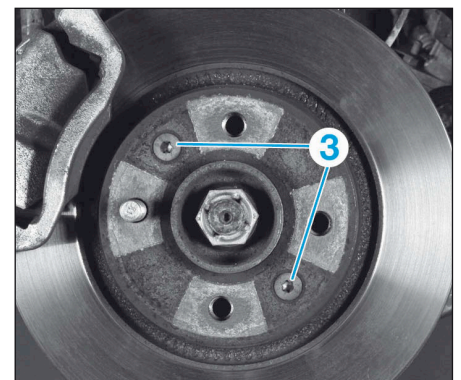

FIG.9
- Déposer (Fig.9) :
- les vis de maintien du disque (3),